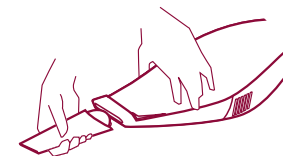

Fig. 7
- Pour aspirer de la poussière ou des débris solides dans les interstices difficiles d'accès, utilisez le suceur E. (fig. 7)